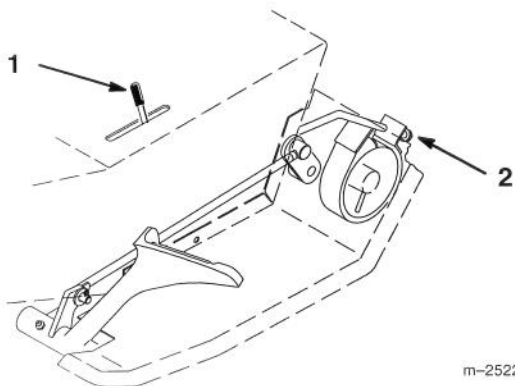

Abbildung 28
Die Bremseinstellung befindet sich hinter der linken Seitenabdeckung (Abb. 28). Wenn die Feststellbremse nicht richtig greift, ist eine Einstellung notwendig.
3. Zur Einstellung der Bremse die Einstellmutter anziehen, bis die Hinterräder gebremst werden. Dann um eine weitere halbe Umdrehung anziehen (Abb. 28).